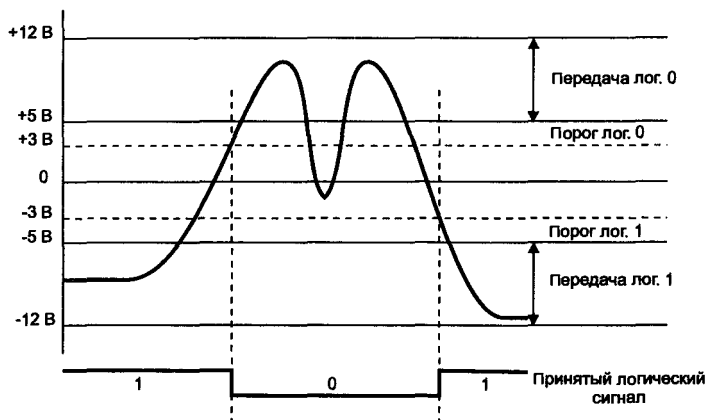

Рис. 2.5. Прием сигналов RS-232C
Стандарт *RS-232C* использует несимметричные передатчики и приемники — сигнал передается относительно общего провода — схемной земли (симметричные дифференциальные сигналы используются в других интерфейсах — например, *RS-422*). Интерфейс **НЕ ОБЕСПЕЧИВАЕТ ГАЛЬВАНИЧЕСКОЙ РАЗВЯЗКИ** устройств. Логической единице соответствует напряжение на *входе приемника* в диапазоне $-12...-3$ В. Для линий управляющих сигналов это состояние называется *ON* («включено»), для линий последовательных данных — *MARK*. Логическому нулю соответствует диапазон $+3...+12$ В. Для линий управляющих сигналов состояние называется *OFF* («выключено»), а для линий последовательных данных — *SPACE*. Диапазон $-3...+3$ В — зона нечувствительности, обуславливающая гистерезис приемника: состояние линии будет считаться измененным только после пересечения порога (рис. 2.5). Уровни сигналов на выходах передатчиков должны быть в диапазонах $-12...-5$ В и $+5...+12$ В для представления единицы и нуля соответственно. Разность потенциалов между схемными землями (SG) соединяемых устройств должна быть менее 2 В, при более высокой разности потенциалов возможно неверное восприятие сигналов.